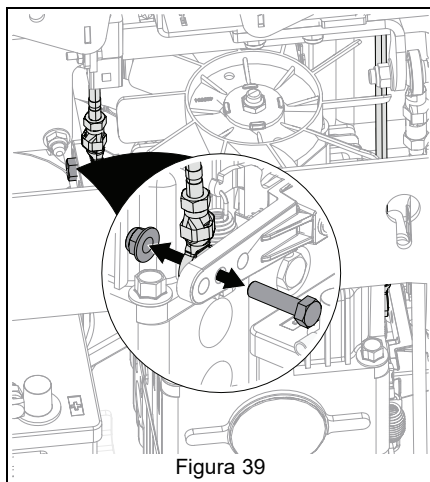

Figura 39
2. Rimuovere e conservare la bulloneria che fissa i collegamenti di comando su entrambi i lati della pompa. Vedere Figura 39.